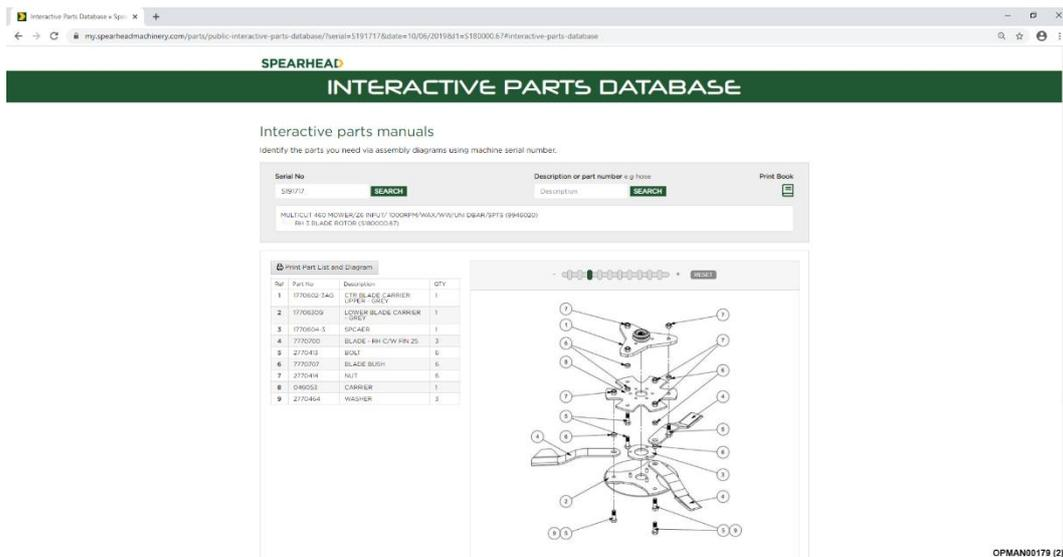

Abbildung 7.4 – Explosionszeichnung mit Stückliste
7.1.1.4 Schließlich erhalten Sie eine vollständige Explosionszeichnung der Teile für diese spezielle Baugruppe mit Teilenummern und den benötigten Mengen, siehe Abbildung 7.4.